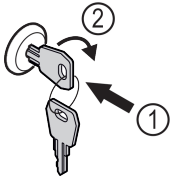

Fig. 45
- ▶ Schlüssel hineindrücken Fig. 45 (1).
- ▶ Schlüssel um 90° im Uhrzeigersinn drehen Fig. 45 (2).